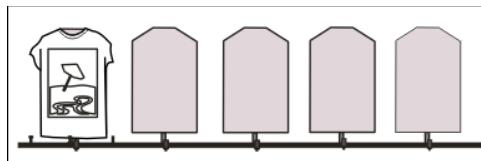

Imagen 315
- 4- Poner a secar el estampado del color negro (Imagen 315), ya sea con un secador de aire caliente o una secadora flash